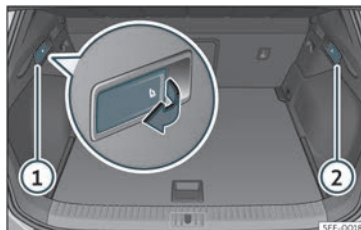

Fig. 103 Al maleter: palanques per al desbloqueig del respalller del darrere.
- Estireu la palanca de desbloqueig a distància de la part esquerra» **fig. 103** ① o dreta ② del respalller en el sentit de la fletxa. La part desbloquejada del respalller del darrere s'abat automàticament cap endavant.